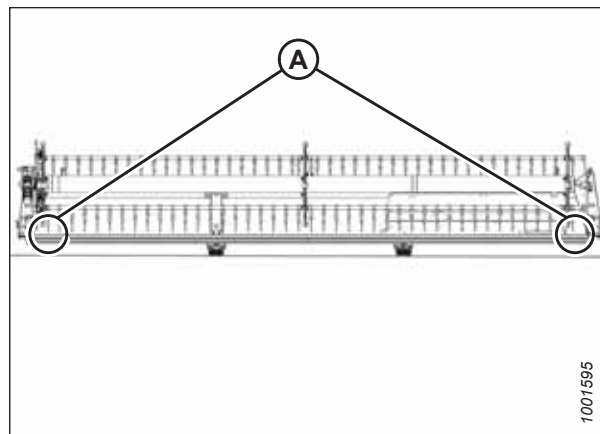

Figura 4.279: Locațiile de măsurare în cazul FlexDraper® – Rabator simplu
- Hedere cu rabator simplu: Figura 4.279, pagina 649